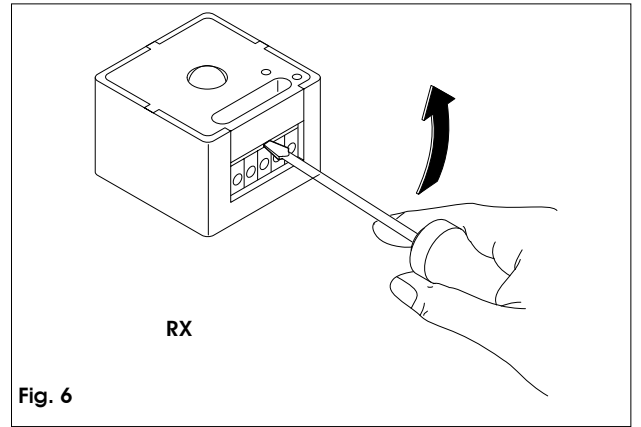

Fig. 6
- a) En vous servant délicatement d'un tournevis comme levier (fig.6), soulevez le couvercle du Récepteur.
- a) Haciendo palanca delicadamente con un destornillador (fig. 6) levantar la tapa del Receptor.
- a) Den Deckel des Empfängers abnehmen, indem man vorsichtig einen Schraubendreher (Abb. 6) als Hebel benutzt.